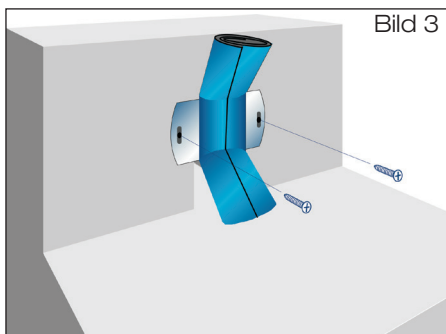

Bild 3
- 1.4 Schiebeflansch (mit zusammengerollter Anschlussmanschette) mittels Schlitzschraubenzieher befestigen (Bild 3).